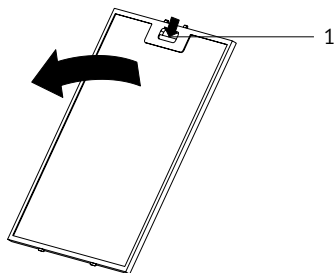

Рис. 7
➤ Надавите на защелку алюминиевого фильтра (1) и потяните алюминиевый фильтр в направлении стрелки (Рис. 7).